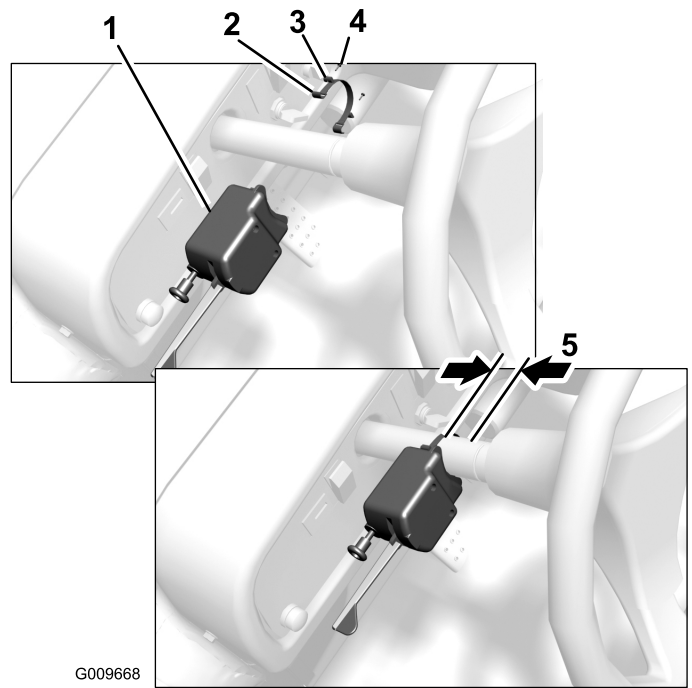

Bild 16
- E. Halten Sie das Steuergerät so gegen die Lenksäule, dass der Riemen ungefähr 0,6 cm vom Schaum an der Lenksäule entfernt ist (Bild 16). Biegen Sie den Riemen um die Lenksäule. Schieben Sie das andere Ende des Riemens durch den zweiten Clip und biegen den Riemen 25 mm vom Ende. Rasten Sie den Clip unter dem Anker am Steuergerät ein.